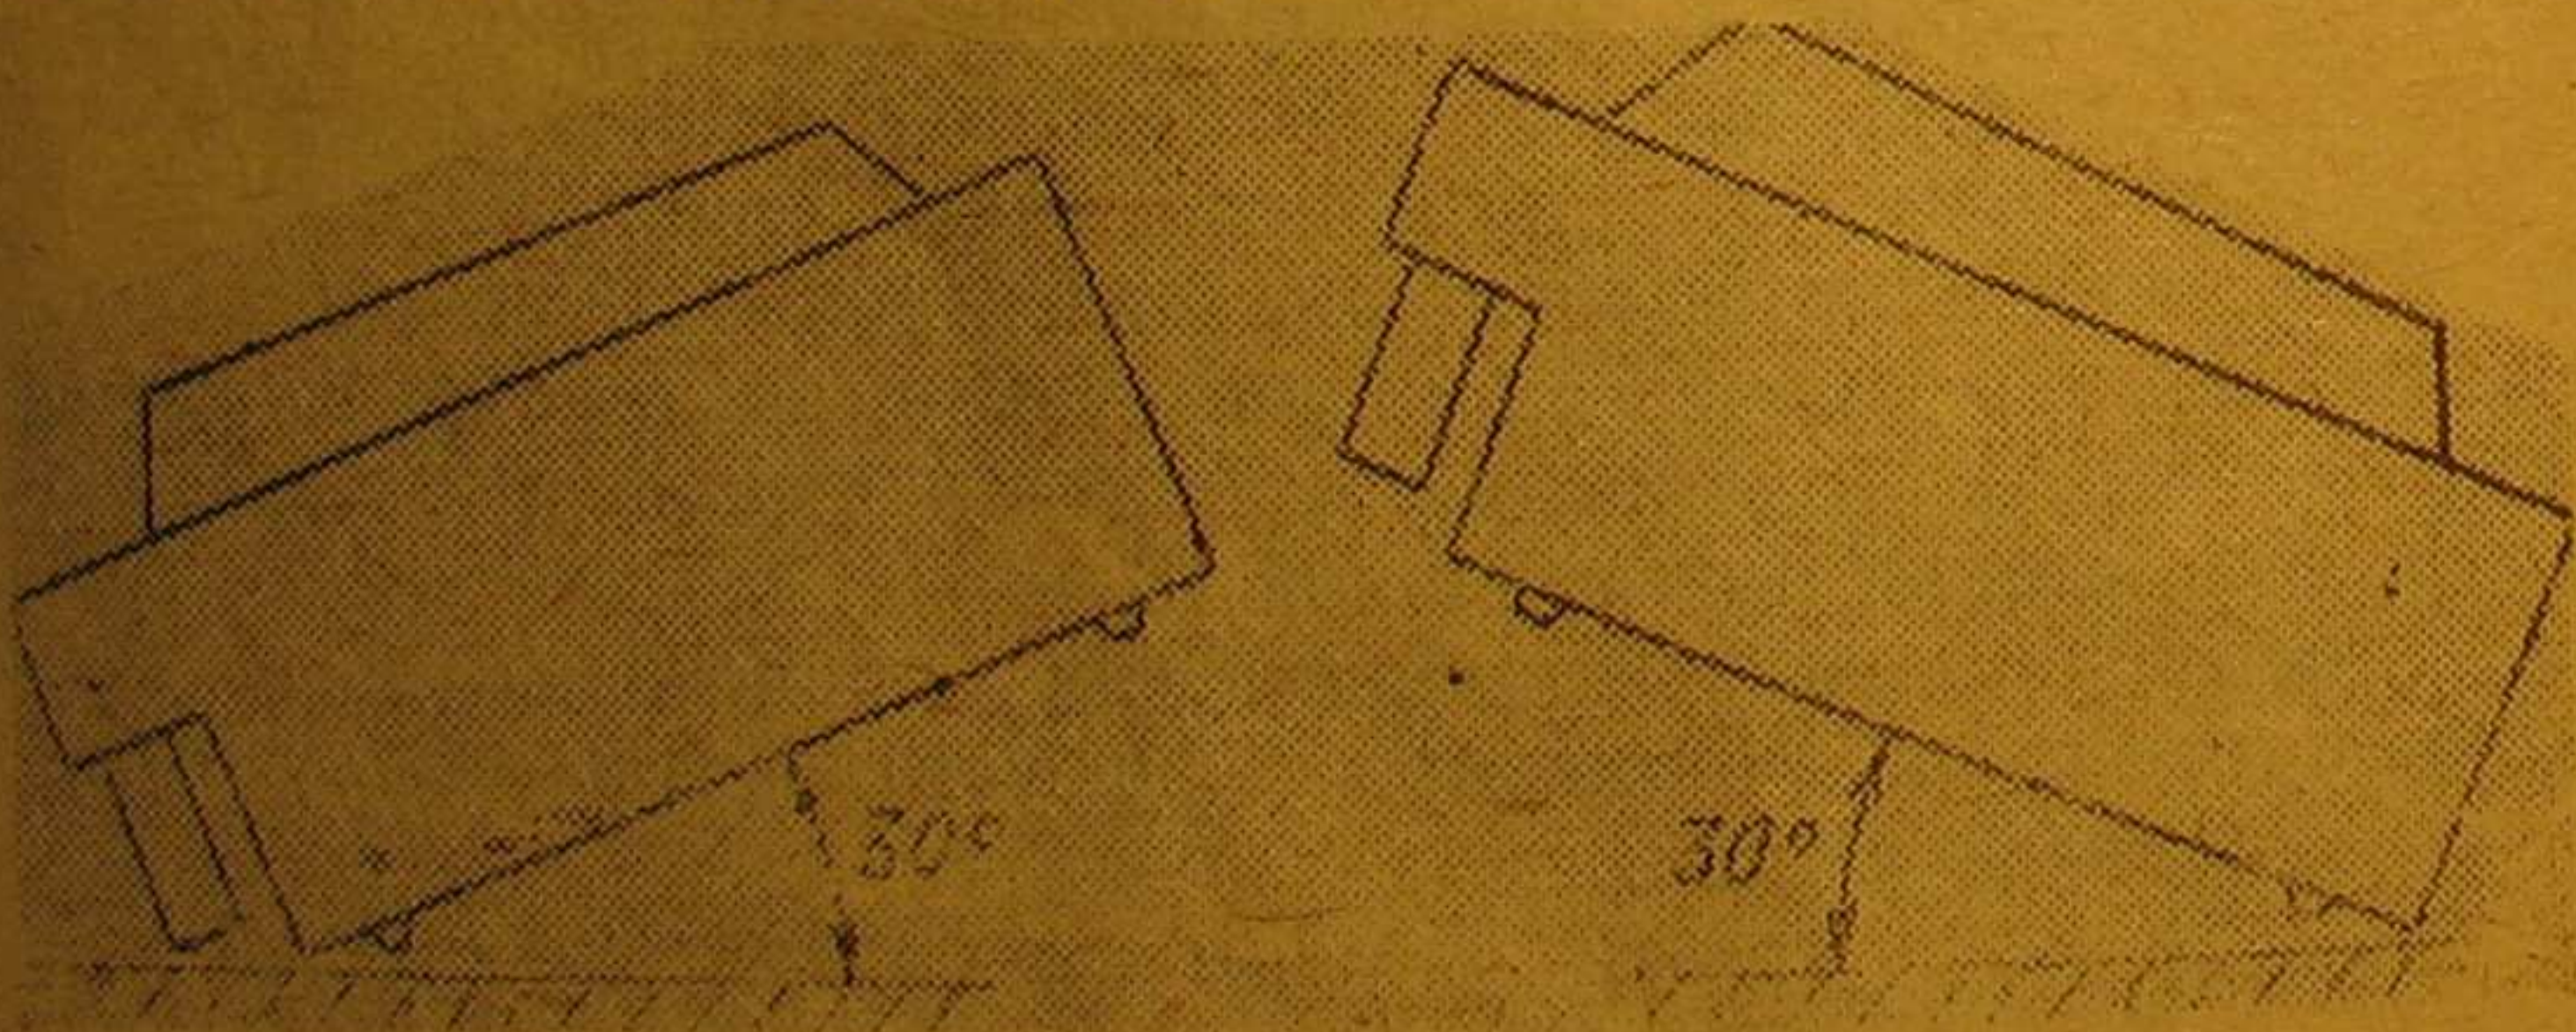

Рис. 6.1.
6.1.16. По истечении 0,5 ч установку выключить и произвести 5 качаний согласно рис. 6.1.